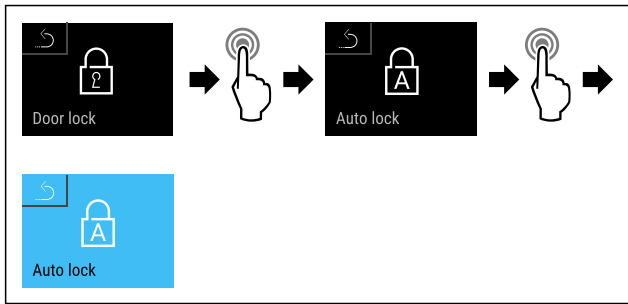

Fig. 80
- ▶ Seguir los pasos de procedimiento (consulte Fig. 80) .